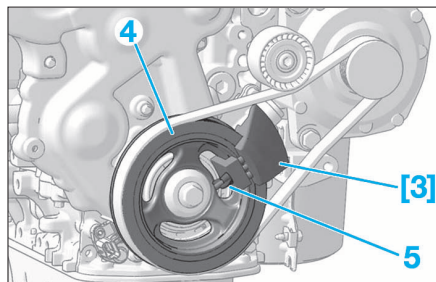

FIG. 18
- Poser l'outil [3] sur la poulie du vilebrequin (4) en le centrant sur la lumière de fonderie (Fig.18).
- Serrer l'écrou à oreille (5) (Fig.18).